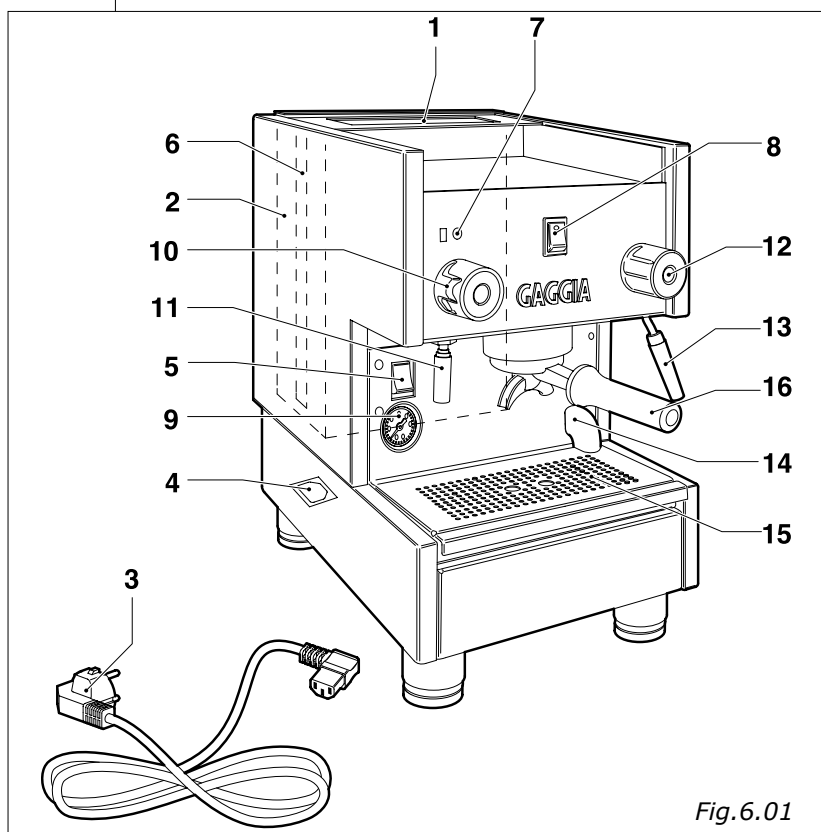

Fig.6.01
- L'auto-niveau va se mettre en fonction en même temps que le voyant relatif (Fig.6.01-pos.8), afin que l'eau puisse arriver au niveau normal dans la chaudière. Cette opération, uniquement au cours du premier chargement, peut employer un temps assez long et déterminer l'arrêt de la machine; dans ce cas, éteindre la machine et l'allumer à nouveau en agissant sur l'interrupteur général (Fig.6.01-pos.5).
- Ensuite attendre que la machine arrive à la pression de travail de "1,2 - 1,3 BAR" en contrôlant sur le manomètre (Fig.6.01-pos.9) la pression de la chaudière.
- Placer une ou deux tasses sous le porte-filtre (Fig.6.07), positionner l'interrupteur café (Fig. 6.01-pos.8) sur "I" le café commencera à sortir.